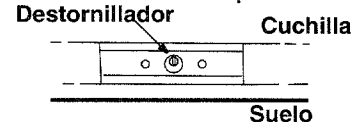

Figura 15
- Pruebe la cuchilla equilibrándola sobre un destornillador de hoja redonda o en un equilibrador de cuchillas. Vea la Figura 15.